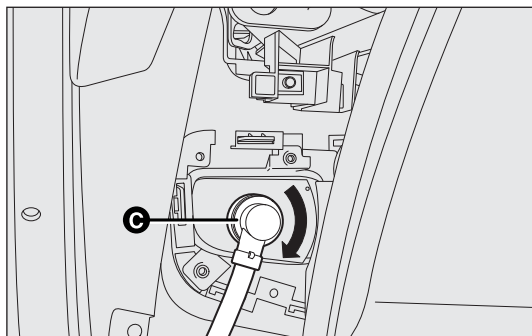

fig. 164
- ☐ quite la tapa portalámpara C-fig. 164 girando hacia la izquierda;
- ☐ vuelva a montar la tapa/portalámpara C-fig. 164 girándola hacia la derecha asegurándose de que haya quedado bien bloqueada;